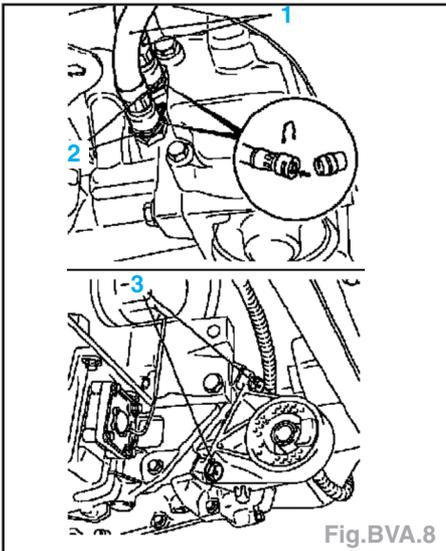

Fig. BVA.8
- Déposer les agrafes de sécurité (2), les conduites de refroidissement d'huile (1), refermer les ouvertures avec l'outil KM-924 et déposer les vis (3) avec le bloc amortisseur du moteur (Fig.BVA.8).